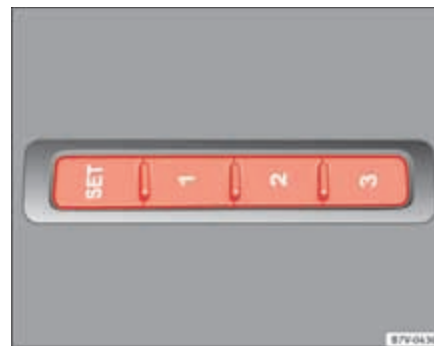

Fig. 86 Teclas de memoria en la parte exterior del asiento del conductor.
- Mantenga pulsada la tecla **[SET]** durante más de un segundo ⇒ fig. 86.